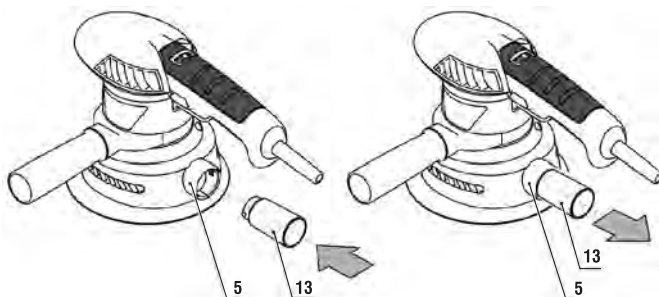

fig.5 – desenho demonstrativo para montagem e desmontagem do adaptador para aspirador de pó
Para montar o adaptador para aspirador de pó (13), encaixe-o na conexão para o reservatório de pó (5), fig.5.